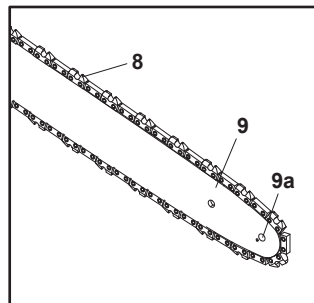

Fig. 4
6. La cadena se mueve en la dirección indicada por la flecha. Asegúrese de que la cadena (8) está colocada correctamente sobre la rueda dentada (9a) de la espada (9) (Fig. 4).